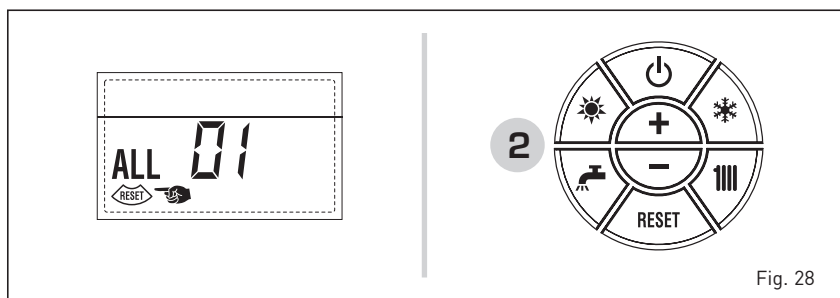

Fig. 28
- **ALL 01 (fig. 28)**
- **ALL 02 (fig. 28/a)**